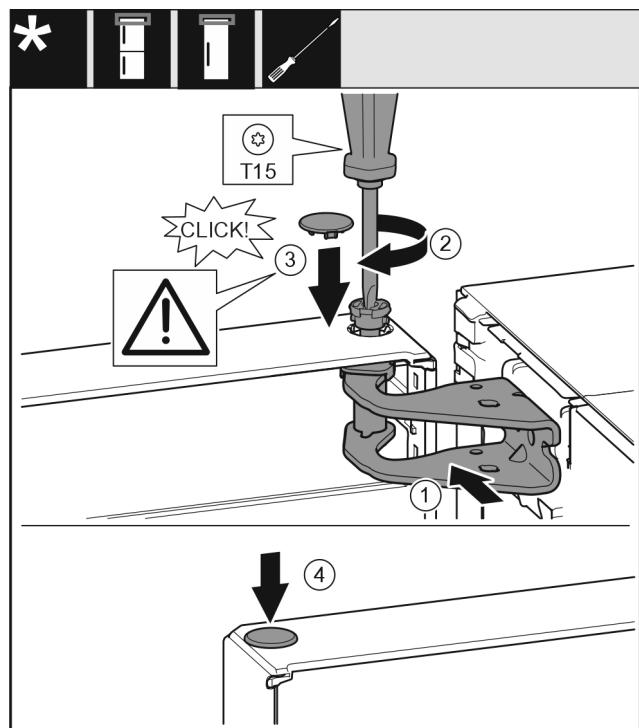

Fig. 22
- Выровняй те дверь вверху по отверстию в опорном кронштейне. Fig. 22 (1)
- Вставьте палец и затяните отверткой T15. Fig. 22 (2)
- Установите предохранительную крышку для защиты двери: Вставьте предохранительную крышку и проверьте, прилегает ли она к двери. В ином случае вставьте палец полностью. Fig. 22 (3)
- Вставьте заглушку. Fig. 22 (4)